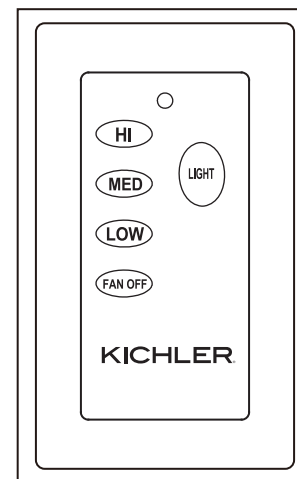

Fig. 21
- Botón LIGHT (ILUMINACIÓN) = el botón "LIGHT" (ILUMINACIÓN) permite encender y apagar la luz y controla, además, la intensidad de la luz. **(Fig. 21)**